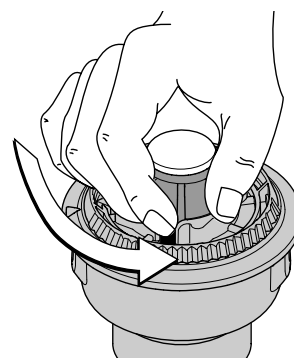

Fig. 54
1. Sostenga la bobina exterior y desenrosque la perilla percusiva en sentido antihorario (Fig. 54).